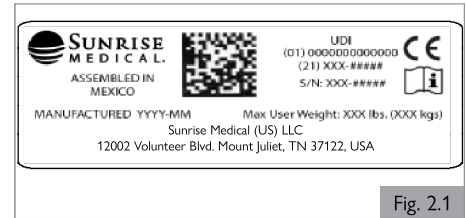

Fig. 2.1
- Fig. 2.1: Número de serie de la silla: ubicado en el lado derecho de la base, sobre el fondo posterior de la caja de baterías.